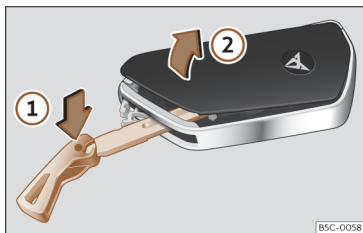

Fig. 72 Chave do veículo: abrir a tampa do compartimento da pilha.
- Introduza o palheto na ranhura >>> Fig. 72, pressione no sentido da seta ① e solte a tampa fazendo alavanca ②.